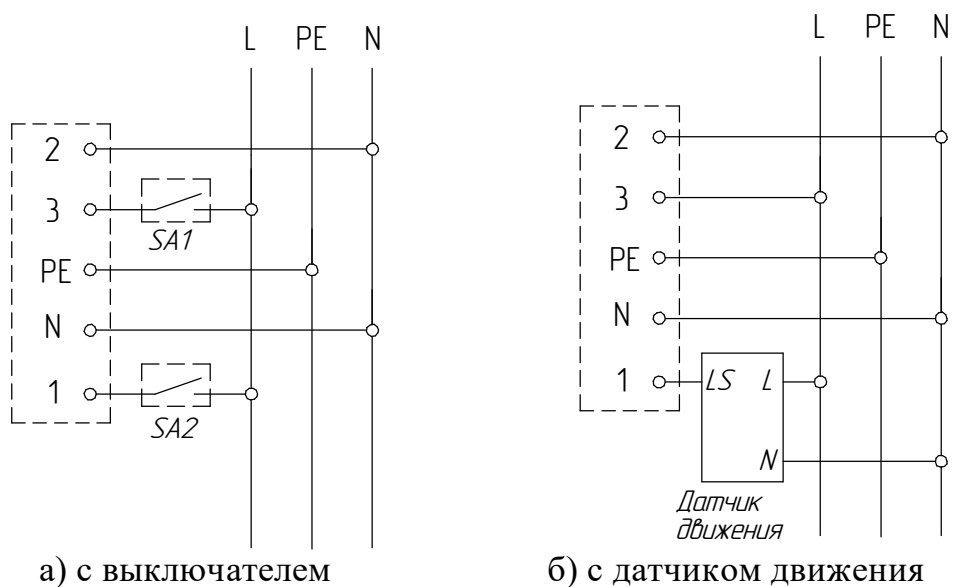

Рисунок 6 - Схема подключения светильника с дежурным режимом
5.6 Подключение светильника с дежурным режимом производить согласно схеме (см. рисунок 6). Возможны два способа подключения:
1) Пакетным автоматом или выключателем света (см. рисунок 6а). Если выключатель SA1 разомкнут, светильник выключен. Выключатель SA1 - замкнут, а выключатель SA2 разомкнут, то светильник работает в дежурном режиме (потребляя
2) Датчиком движения (см. рисунок 6б). Если в помещении никого нет: датчик разомкнут, светильник работает в дежурном режиме, потребляя всего 20% электроэнергии по отношению к рабочему режиму. В случае появления человека: датчик замыкается, светильник включается на полную мощность, потребляя 100% электроэнергии. Человек уходит из зоны светильник опять переключается в дежурный режим.
Для деактивации функции "Дежурный режим" необходимо нажать на переключатель (см. рисунок 6), подключенный на вход DALI то количество раз, которое указано в таблице 4.